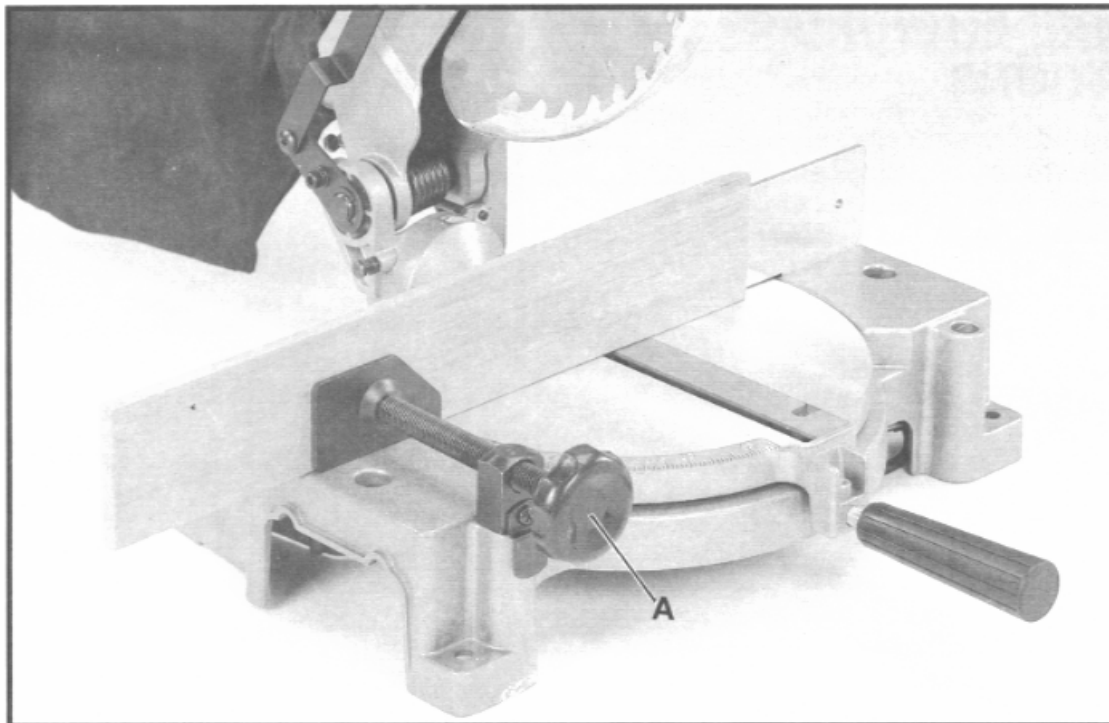

Fig. 29
3. Das Werkstück muss auf dem Tisch festgeklemmt werden. Verwenden Sie dazu den Halter (A) wie in Fig. 29 gezeigt.
5. **Warnung:** Wenn Sie mit der Hand näher als 100mm an das Sägeblatt kommen ist unbedingt der Halter Fig. 29 zu verwenden.